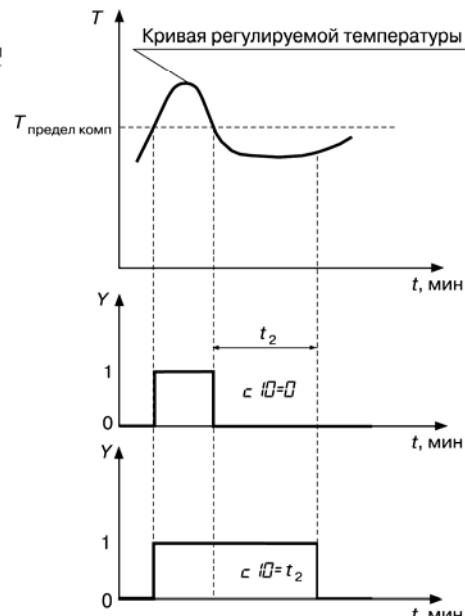

Рис. 3.21. Задержка отпускания компаратора: компаратор "отпустил"
- если больше, то по истечении времени t_2 происходит отпускание компаратора (рис. 3.21). Этот режим работы компаратора реализуется заданием параметру $c \#0$ на ненулевого значения (см. Приложение Д).